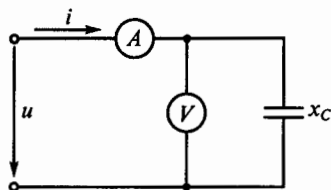

Рис. 94
**3.48.** Напряжение на зажимах цепи, показанной на рис. 94,  $u = 100 \sin 314t$ . Каковы показания амперметра и вольтметра, если  $x_C = 100 \text{ Ом}$ ?